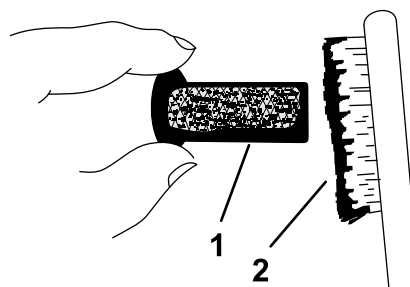

Figura 49
9. Utilice un cepillo para eliminar con cuidado los depósitos de hollín de la rejilla del parachispas (Figura 49).